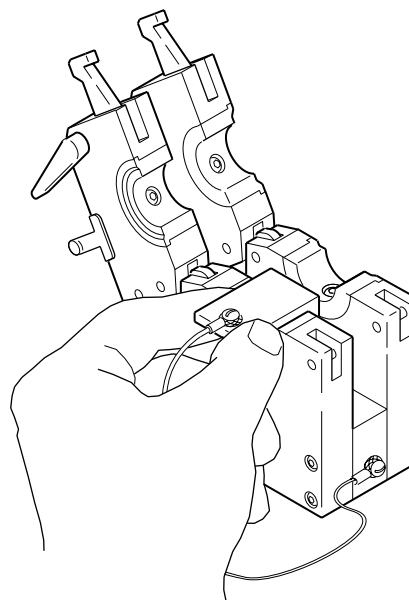

Рисунок 14. Установка центровочного шаблона
1. Поместите центровочный шаблон с одной стороны фиксирующего блока. Центровочный шаблон должен перекрывать зажимную втулку по ширине. См. рисунок 14.